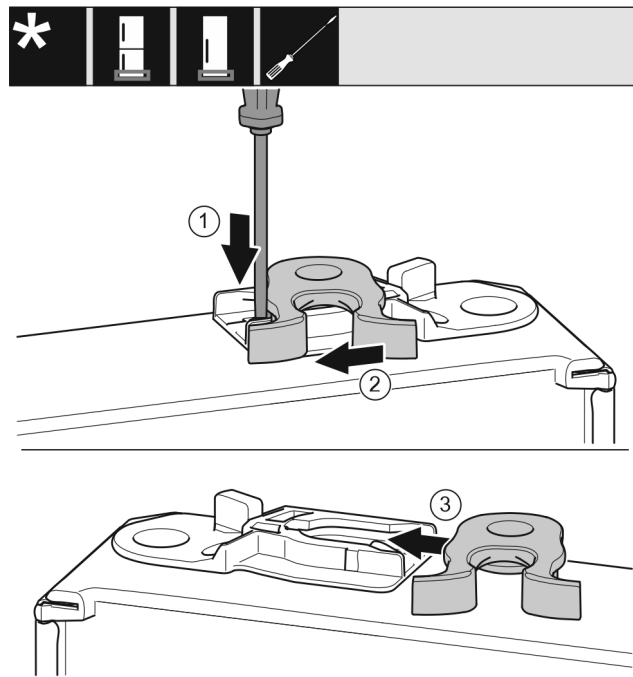

Fig. 18
- Shtypni për poshtë gjuhëzën Fig. 18 (1) me një kaçavidë me kokë petë.
- Nxirrni jashtë nga foleja udhëzuese grepat e mbylljes Fig. 18 (2).
- Futni grepat e mbylljes Fig. 18 (3) në fole të udhëzueses në anën tjetër.